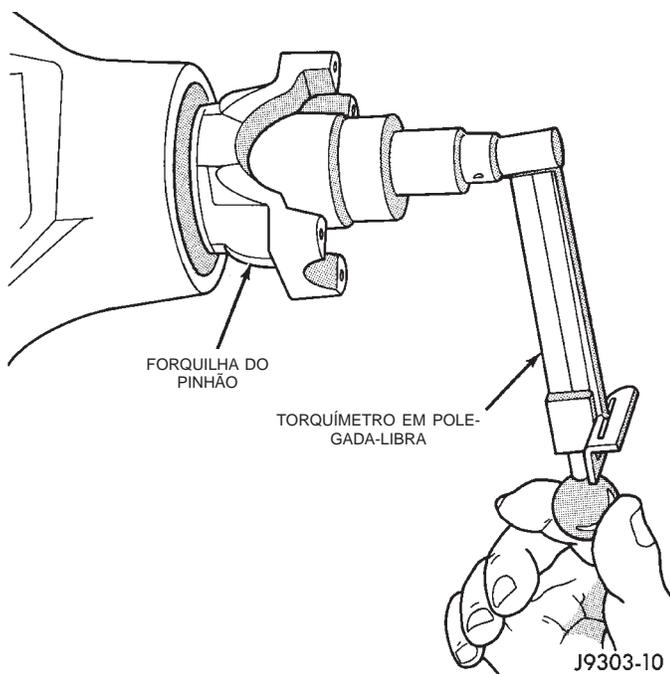

Fig. 35 Verificação do Torque de Giro da Engrenagem do Pinhão
(15) Aperte devagar a porca com incrementos de 6,8 N·m (5 pés-lb), até que o torque de giro seja atingido. Meça freqüentemente o torque de giro, para evitar apertar demais o espaçador flexível (Fig. 35).
(16) Verifique o torque de giro do rolamento com um torquímetro em polegada-libra (Fig. 35). O torque necessário para girar a engrenagem do pinhão deve ter:
(17) Instale o diferencial na carcaça.